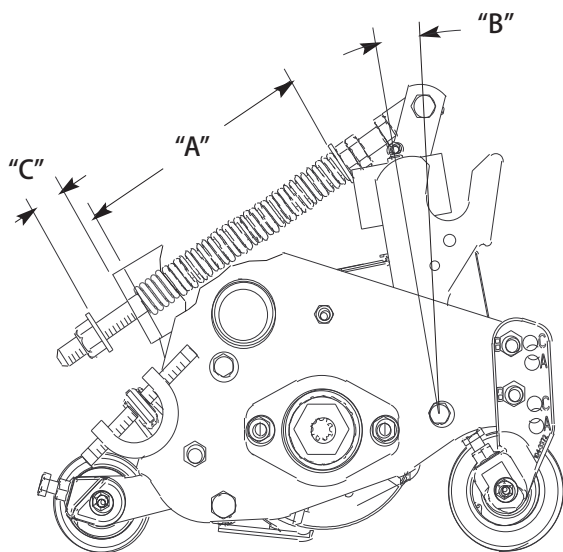

図 12
ターフ補正スプリング (図12) は、キャリアフレームとカッティングユニットをつないでおり、前後の揺れの大きさを調整する働きと、移動走行中や旋回動作中の地上高の調整を行っています。
1. スプリング・ロッド後部についているロックナットを締め、スプリングを縮め、スプリング・ブラケット後部とワッシャ前部とのすきま C を 32 mm に調整する (図12)。
2. スプリング・ロッド前部についている六角ナットを締め、スプリングを縮め、スプリングが押し縮められた長さ (A) が 328 mm になるように調整する (図12)。